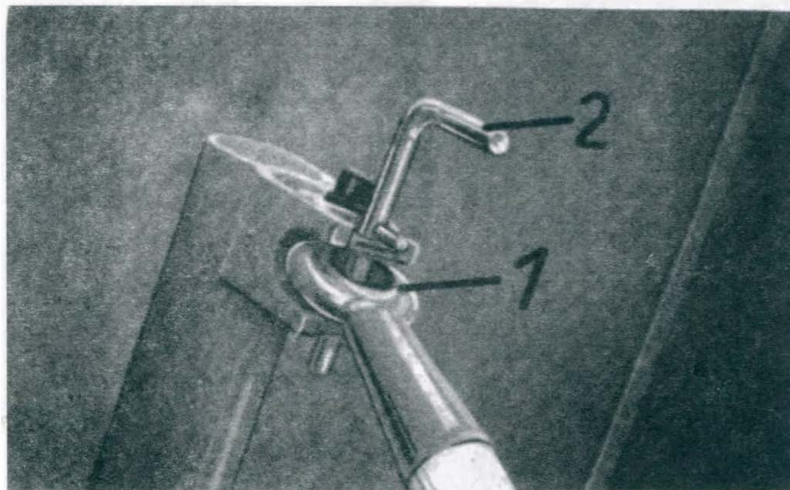

Рис. 2 Предохранение шарнира опрокидывающейся платформы
- а) Опрокидывающуюся платформу приподнимите настолько, чтобы можно было подвесить буксирную тягу чекой в шарнир опрокидывающейся платформы (см. рис. 2). Оставьте буксирную тягу рядом с шарнирной опорой.